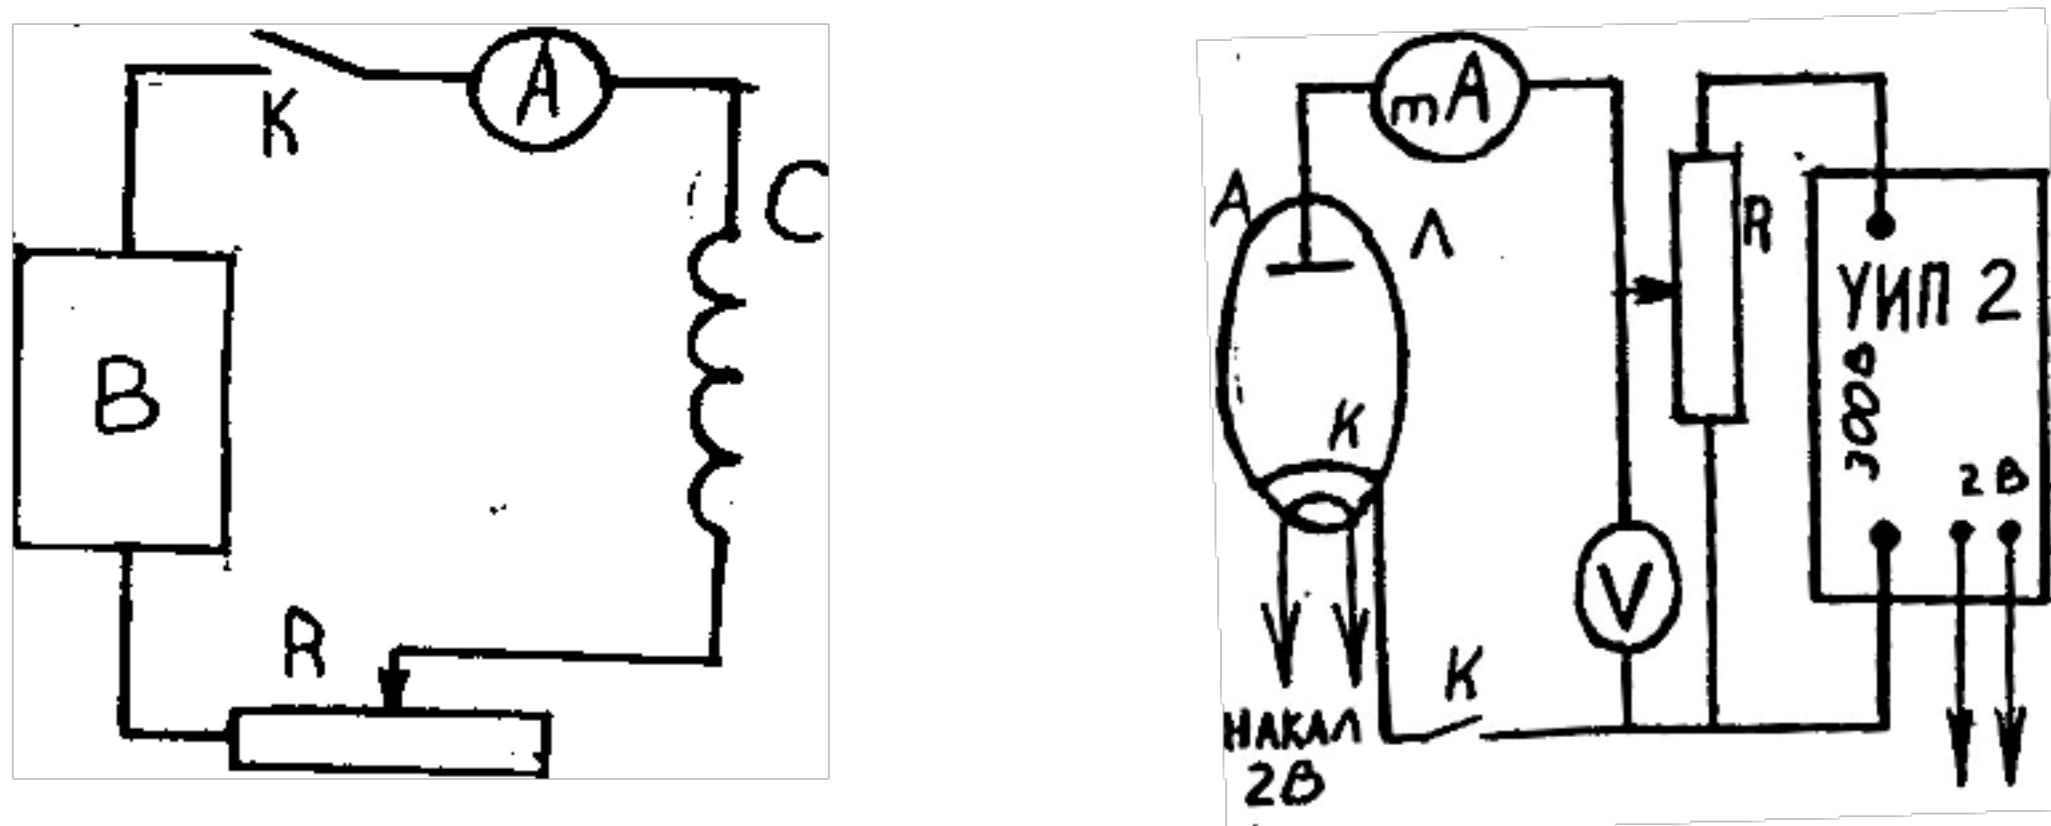

рис.4
Рабочая схема показана на рис.4. Основу ее составляет электронная лампа Л, помещенная в соленоид С.
1.Собрать схему (рис.4). При этом регуляторы выходного анодного напряжения УИП-2 и выпрямителя Б5-7 установить на нулевое значение. Схему не включать до проверки её преподавателем или лаборантом.